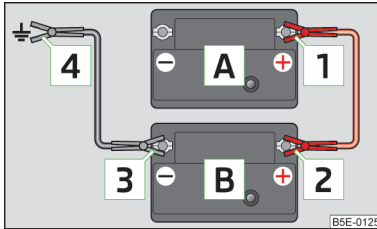

Abb. 182
- › Die Klemme **1** am Pluspol der entladenen Batterie **A** » Abb. 182 befestigen.